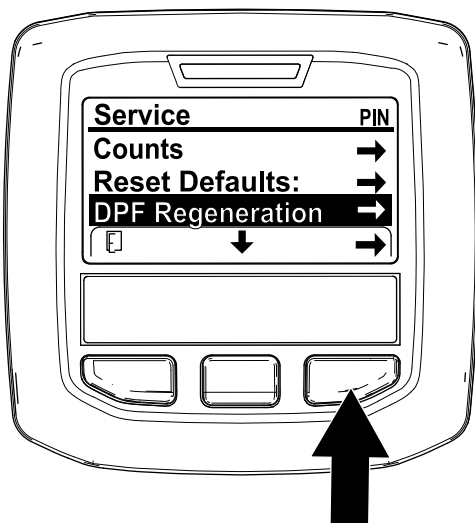

Рисунок 35
1. Перейдите к меню Service (Техобслуживание), нажмите среднюю кнопку для прокрутки вниз к опции DPF REGENERATION (РЕГЕНЕРАЦИЯ DPF) (Рисунок 35).
- Нажмите правую кнопку для выбора позиции DPF Regeneration (Регенерация DPF) (Рисунок 35).